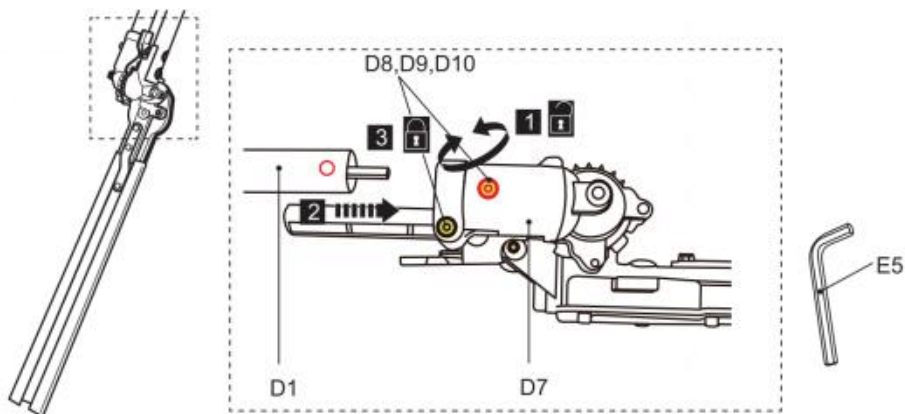

Fig. 20
1) Draai de bouten (D8) los met behulp van gereedschap (E5) totdat de onderste paal (D1) in de steun (D7) kan worden gestoken (Fig. 20, stap 1). Verwijder de bouten (D8), veerringen (D9) en ringen (D10) niet van de steun (D7).
2) Lijn de onderste paal (D1) uit en steek deze in de steun (D7) met een draaibeweging helemaal tot aan de aanslag totdat het montagegat op één lijn ligt met de bout. Gebruik de pijlmarkering om de uitlijning te vergemakkelijken. (Afb. 20, stap 2).
3) Draai de bouten (D8) vast om de onderste paal op zijn plaats te bevestigen (Fig. 20, stap 3).